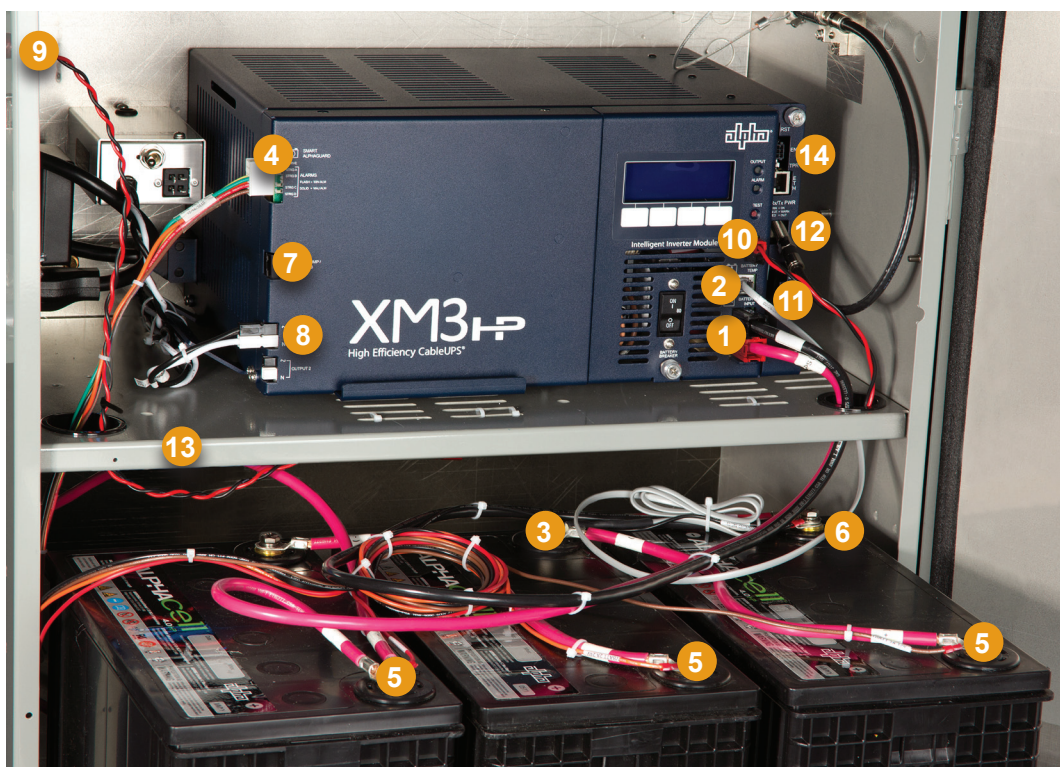

Fig. 4-1, Componentes do sistema XM3-HP
- Inspeccione todos os cabos e conexões do sistema da Fonte de alimentação (veja a fig. 4-1). Verifique se todos os cabos estão intactos e se todos os conectores estão adequadamente assentados; resolva os problemas conforme necessário.